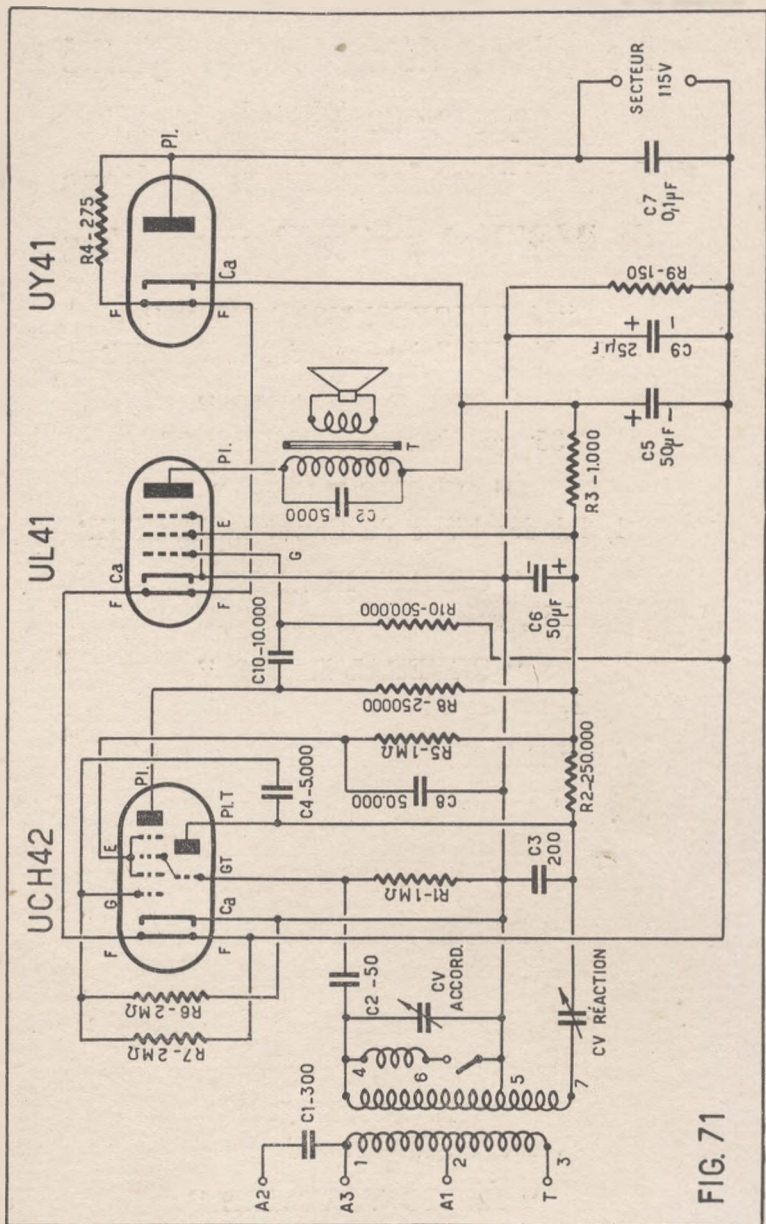

FIG. 71
9. — **UCH42 — UL41 — UY42.** — Récepteur de même conception que les N° 1 et 6, mais meilleur au point de vue de la sensibilité. Son schéma est celui de la figure 71 et pour le câblage on peut s'inspirer du plan de la figure 70. La résistance série des filaments ($R4''$) a la même valeur que celle du N° 8.